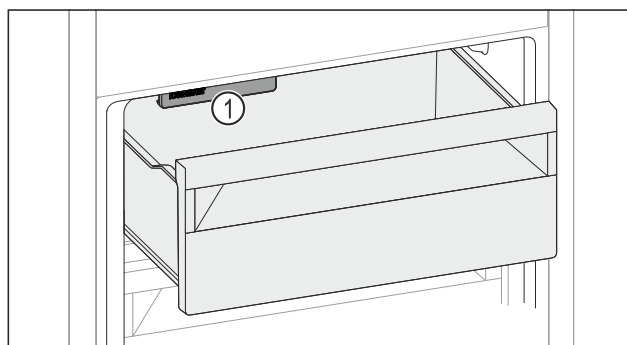

Fig. 162
- Uzmite u obzir IceMaker Fig. 162 (1).